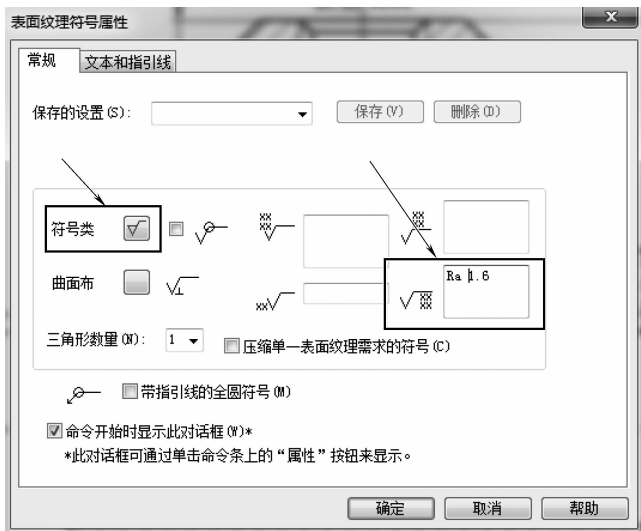

图 9-97 设置粗糙度参数
(2) 在【表面纹理符号属性】对话框中设置如图 9-97 所示参数，然后单击  按钮。